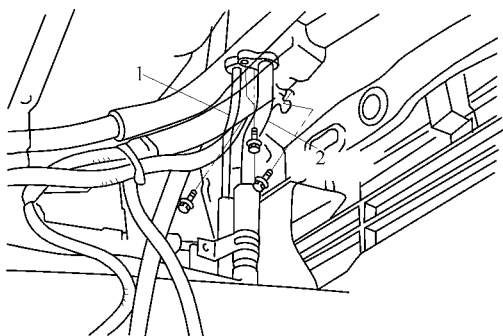

图 19-35 从冷气装置出口接头脱开吸入管
(1) 从蓄电池脱开负极电缆。
(2) 从制冷系统中排出制冷剂。
(3) 从冷气装置的出口接头脱开吸入管，从进口接头脱开液体管子。如图 19-35 所示。